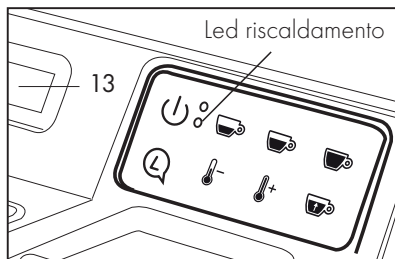

Fig. 5
- Il led riscaldamento blu lampeggia ad intermittenza e sul Display (13) compare la scritta riscaldamento; una volta raggiunta la temperatura il led blu si illumina in modo fisso indicando che la macchina è pronta per l'utilizzo. **(Fig. 5)**